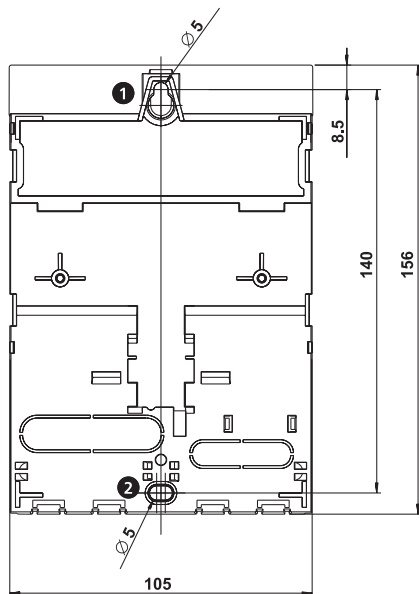

Fig. 2: Lato posteriore della centralina con aperture di montaggio superiore ❶ e inferiore ❷.
2. Avvitare la vite per l'apertura di montaggio superiore ❶ (fig. 2), in modo tale che la testa della vite mantenga una distanza dalla superficie di montaggio compresa tra i 5 e i 7 mm.
4. Disegnare sulla superficie di montaggio l'apertura di montaggio inferiore ❷ attraverso la scatola della centralina.
6. Appendere la centralina all'apertura di montaggio superiore ❶ e fissarla con una vite all'apertura di montaggio inferiore ❷.